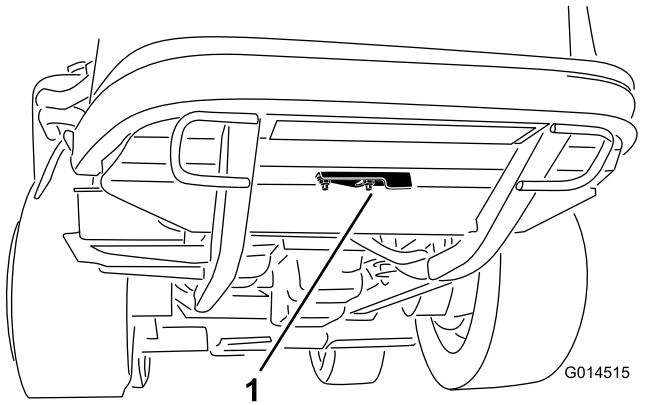

图42
2. 松开将清扫孔盖固定到后机架下面的凸缘螺母（图42）。将清扫孔盖旋转一侧，露出机架内的清扫孔。